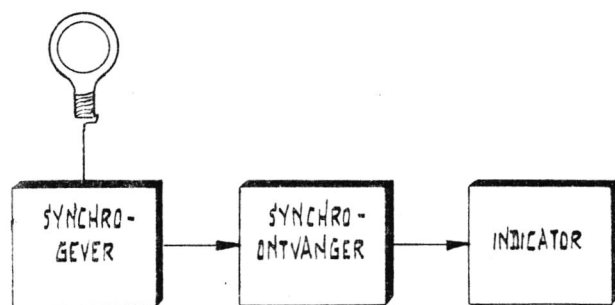

FIG. 2-4
3. Blokschema indicator (fig. 2-4)